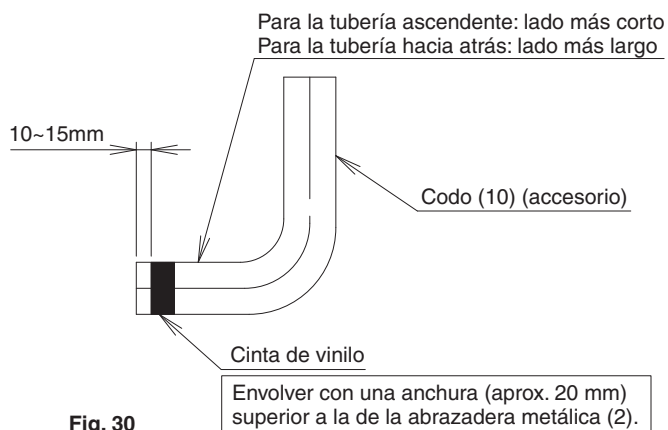

Fig. 30
- Asegúrese de utilizar la manguera de drenaje (1), el codo (10) y el material aislante (grande) (8) suministrados con la unidad como accesorios.
1. Para evitar que la abrazadera metálica dañe el codo (2) en la instalación de la tubería ascendente y hacia atrás, envuelva el codo con cinta de vinilo 2 o 3 veces de tal modo que la cinta cubra más de la anchura de la abrazadera metálica (2) dejando 10 - 15 mm del extremo del codo (10) sin envolver tal y como se muestra en la Fig. 30.